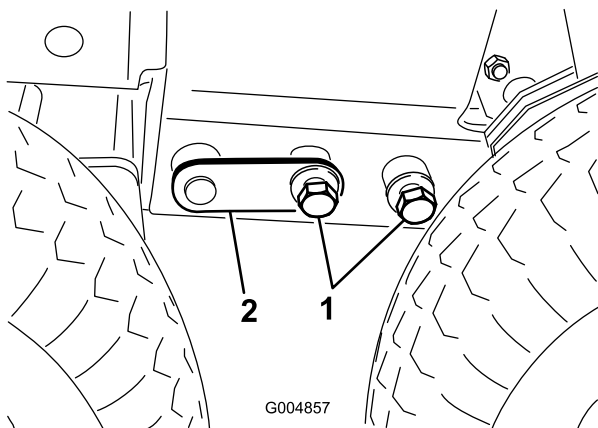

Figura 50
14. Ajuste o apoio de solo conforme necessário para instalar os parafusos (3/4 pol.) em cada lado (Figura 50).